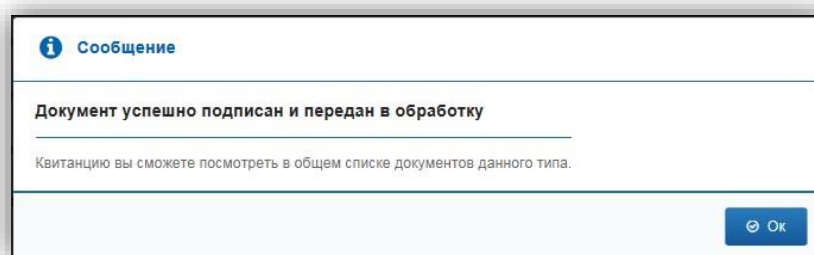

Рисунок 164 – Документ успешно подписан и передан в обработку
– В информационном сообщении нажмите кнопку «Ок», чтобы закрыть его (рис. 164).